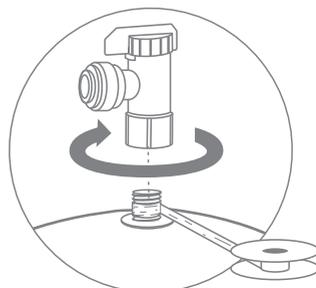

Рис. 25
4. Уплотните фум-лентой резьбовой штуцер накопительного бака, плотно накрутите вентиль на резьбовой штуцер (рис. 25). Данный вентиль с цанговым подключением трубки.